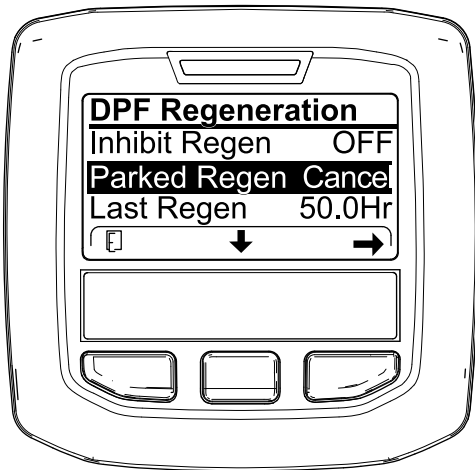
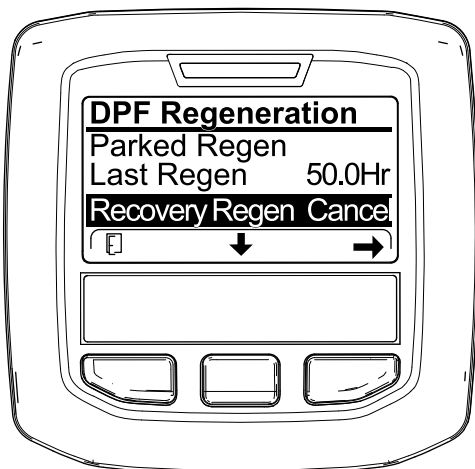

Figure 61
Figure 62
1. Ouvrez le menu Régénération du FAP (Figure 61).
2. Appuyez sur le bouton central pour naviguer jusqu'à l'option PARKED REGEN CANCEL (Figure 61) ou RECOVERY REGEN CANCEL (Figure 62).
3. Appuyez sur le bouton droit pour sélectionner l'option Regen Cancel (Figure 61 ou Figure 62).